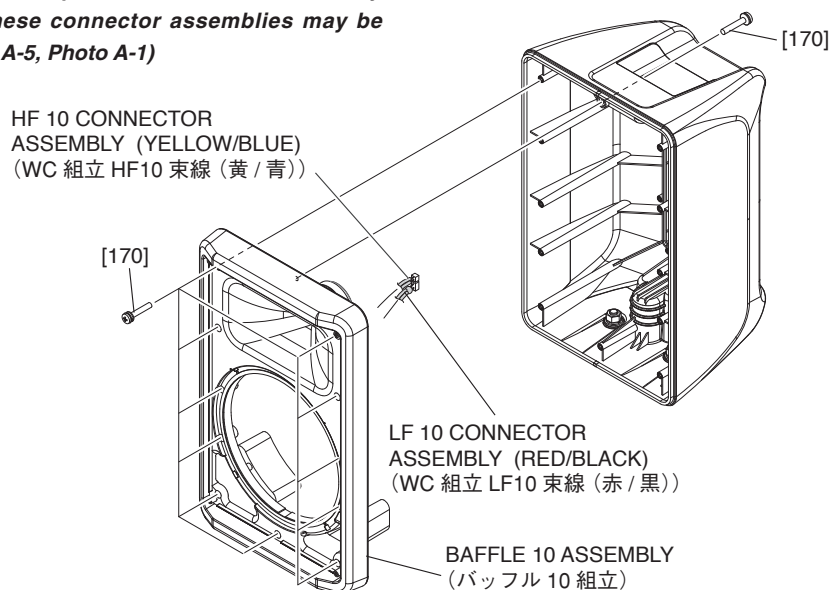
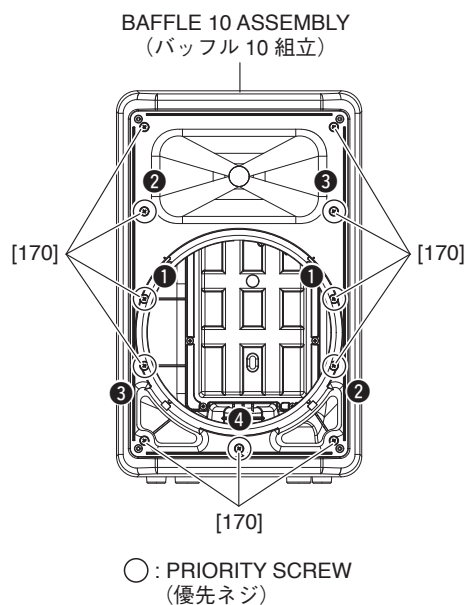

Fig. A-5 (図A-5)
Fig. A-6 (図A-6)
(Fig. A-5, Fig. A-6)
* **When installing the baffle 10 assembly, first tighten the seven (7) priority screws in order as shown in Fig. A-6.**
(Fig. A-5, Photo A-1)
* **Take care not to open the baffle 10 assembly too wide or these connector assemblies may be damaged. (Fig. A-5, Photo A-1)**
- A-3-3 [170] のネジ 12 本を外して、バッフル 10 組立を外します。(図 A-5、図 A-6)
※ バッフル 10 組立を取り付けるときは、優先ネジ 7 本を図に示す順番で先に締めてください。(図 A-6)
- A-3-4 アンプ組立 10 から WC 組立 LF10 束線 (赤/黒)、WC 組立 HF10 束線 (黄/青) のコネクタを外します。(図 A-5、写真 A-1)
※ バッフル 10 組立を開きすぎて、これらの束線を傷めないように注意してください。(図 A-5、写真 A-1)